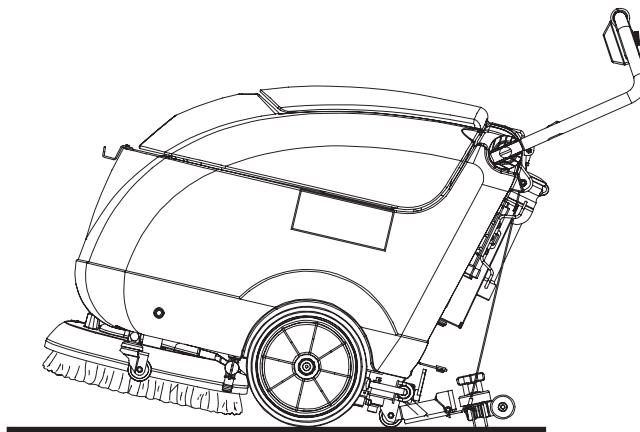

Figure 4
2. Soulever l'embouchure au moyen du levier (19).
3. Saisir le guidon (2) et le baisser légèrement jusqu'à ce que la roue arrière (7) touche le sol (Fig. 4). Tout en gardant la machine dans cette condition, la pousser dans le lieu de transport / stationnement.
4. Le travail effectué, afin de ne pas entraîner la brosse / disque sur le sol et de ne pas laisser des traces mouillées, déposer la brosse / disque de la tête à l'aide du dispositif de décrochage (pour la procédure, voir le paragraphe Après l'utilisation de la machine), et puis l'appuyer sur le support (43).